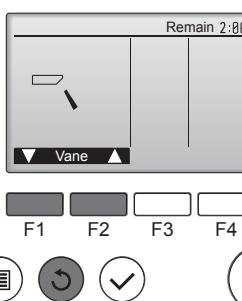

Fig. 7-4
- ② Πατήστε το πλήκτρο [ΕΠΙΛΟΓΗ] για να εμφανιστεί η οθόνη της λειτουργίας Vane (Πτερύγιο φτερωτής) και, στη συνέχεια, πατήστε τα κουμπά [F1] και [F2] για να ελέγχετε την αυτόματη διακύμανση της κατεύθυνσης του αέρα. (Fig. 7-4)